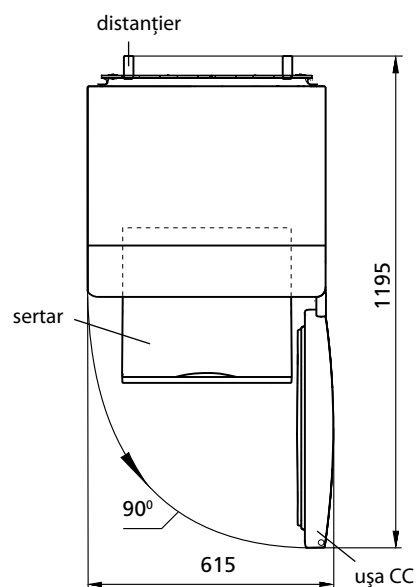

Figura 2 — Frigider (vederea de sus)
1.5 Spațiul total necesar pentru funcționarea frigiderului se determină de dimensiunile de gabarit, indicate în milimetri în figura 2. Pentru extragerea liberă a componentelor din frigider este necesar de deschis ușa la unghiul nu mai mic de 90°.